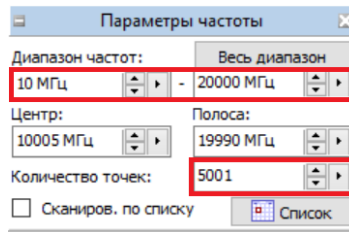

Рисунок 7. Задание частотного диапазона.
8. В панели управления «Параметры частоты» установить требуемый диапазон перестройки частоты и количество точек (рис. 7). **Рекомендуется устанавливать количество точек не менее 1001.** Увеличение количества точек уменьшает шаг изменения частоты и увеличивает время измерений.